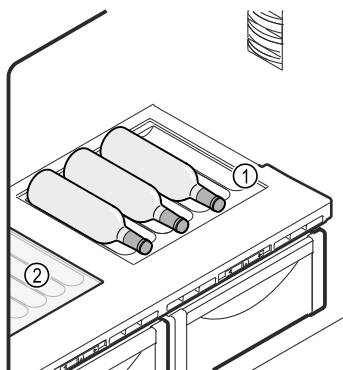

Fig. 189 Példaként szolgáló ábrázolás
- ▶ Helyezze az üveglapot Fig. 189 (2) a variálható palackfektető polc alá.